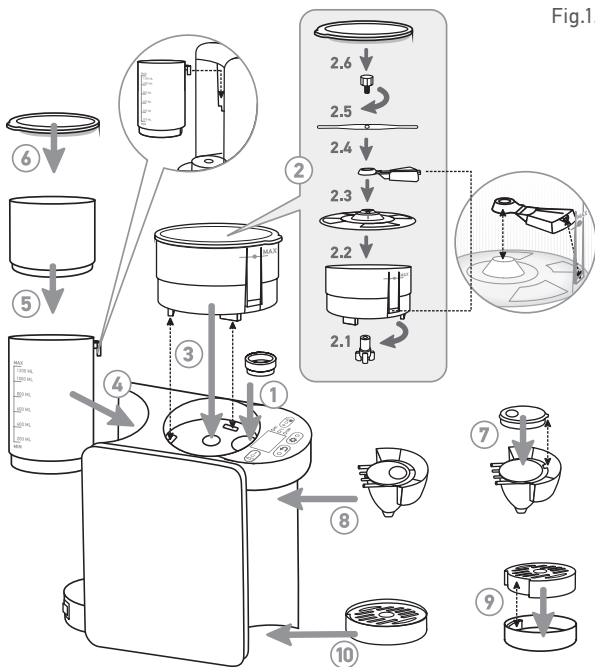

Fig.1.
1. Stellen Sie die Dichtung fest, wie in Fig. 1, P. 1.
2. Stellen Sie den Container für die Mischung (Fig. 1, P. 3) fest, damit der Vorsprung des Containers mit der Aussparung (dem Einschnitt) auf dem Basisblock abgestimmt hat, wie in Fig. 1, P. 2 (2.1–2.6). Vergewissern Sie sich, dass der Container in den Block dicht eingestellt ist, und Zähne der Welle des Containers und der Basiseinheit fallen nicht aufeinander (eingerrückt). Falls notwendig drehen Sie die Welle des Containers manuell und stellen den Container nochmalig ein.
3. Stellen Sie den Wassercontainer (Fig. 1, P. 4) fest. Beachten Sie, dass der Vorsprung auf dem Körper des Wassercontainers in die Aussparung (den Einschnitt) auf dem Körper der Basiseinheit dicht eingestellt sein soll, und der Container soll im Unterboden auf dem Basisblock auf Anschlag eingestellt sein. Füllen Sie den Container mit Wasser nach, die Notiz MAX nicht übertretend.
4. Auf den Wassercontainer stellen Sie den Ersatzcontainer (Fig. 1, P. 5) fest.
5. Bedecken Sie den Ersatzcontainer (Fig. 1, P. 6).
6. Stellen Sie den Fülltrichter (Fig. 1, P. 8) fest, vormontiert so, dass der Vorsprung des Deckels des Fülltrichters mit dem Einschnitt auf dem Körper des Fülltrichters abgestimmt hat, wie in Fig. 1, P. 7. Vergewissern Sie sich, dass der Fülltrichter in den Block dicht eingestellt ist.
7. Stellen Sie die Schale für die Mischung (Fig. 1, P. 10) fest, vormontiert, wie in Fig. 1, P. 9.